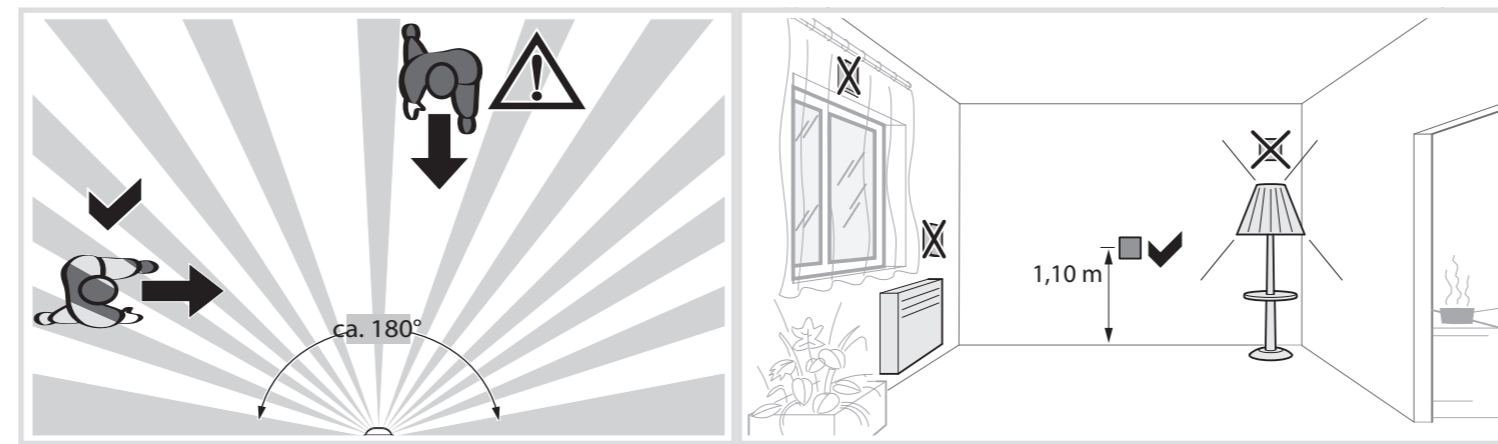
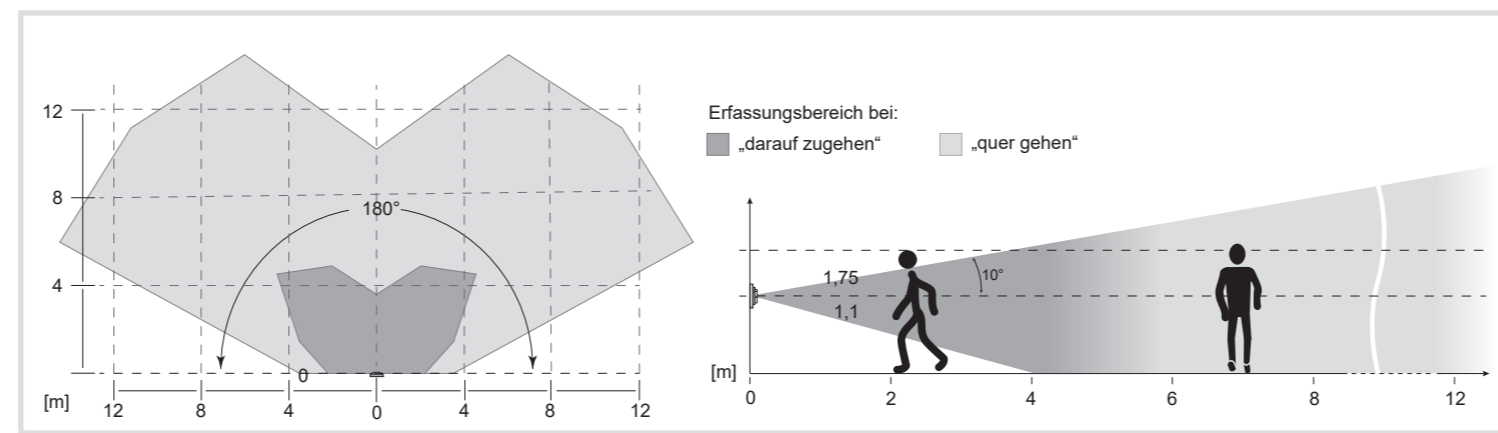

Bild 4: Montageort von Bewegungsmeldern und Bewegungsrichtung
Bild 5: Erfassungsbereich des Bewegungsmelders bei Nennmontagehöhe 1,1 m
- Bewegungsrichtung beachten: Unterschiede wird zwischen „darauf zugehen“ und „quer gehen“. Bewegungen quer zum Bewegungsmelder können besser erfasst werden als Bewegungen auf den Bewegungsmelder zu (Bild 4, Bild 5).
- Störquellen im Erfassungsbereich (Bild 5) vermeiden. Störquellen, z. B. Heizkörper, Lüftungs-, Klimaanlage und abkühlende Leuchtmittel können zu ungewollten Schaltungen führen (Bild 4).